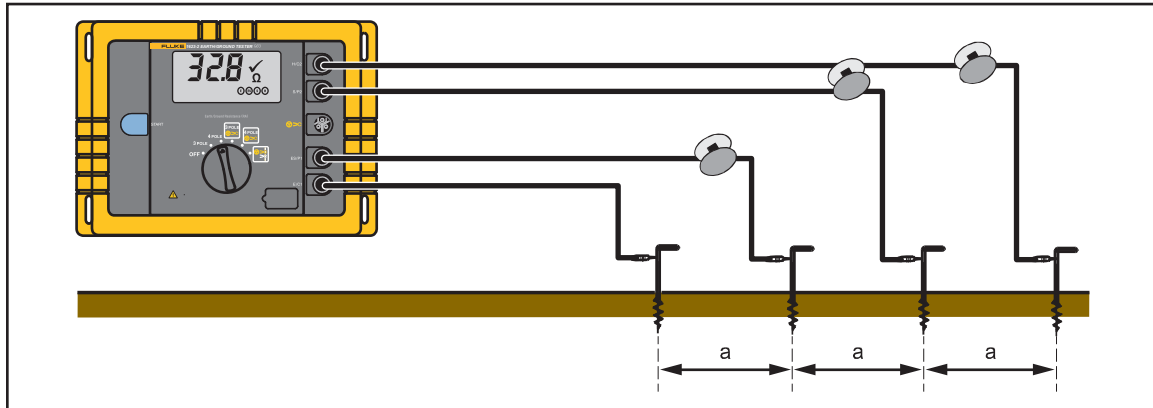

Figure 10. Mesure de la résistivité des terrains
La résistivité des terrains est la quantité géologique et physique associée au calcul et à la conception des réseaux de terre. La procédure de mesure illustrée sur la figure 10 utilise la méthode mise au point par Wenner (F.Wenner, Méthode de mesure de la résistivité des terrains ; Bull. National Bureau of Standards, Bulletin 12 (4), Paper 258, S 478-496; 1915/16).